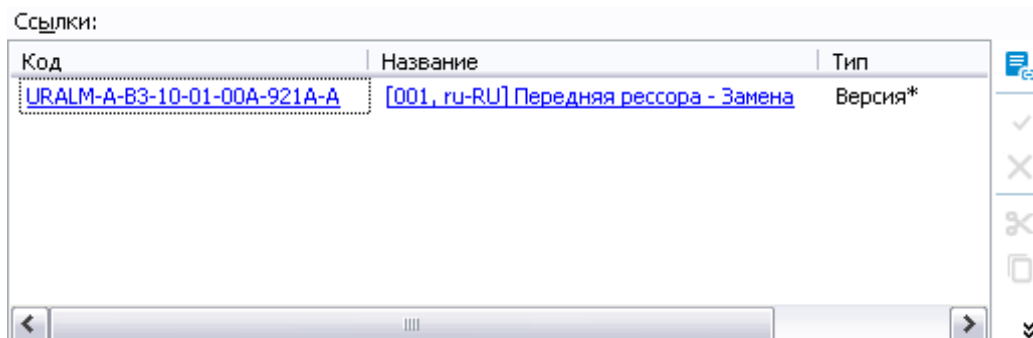

Рисунок 773
3) Нажмите на кнопку **Установить ссылку**. После этого произойдет возврат в окно **Ссылки** (рисунок 773).